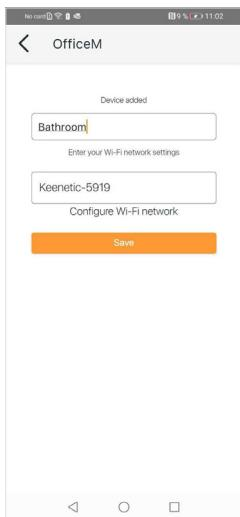

Abb. 4b / Fig. 4b / fig. 4b
7. Wenn das Gerät erkannt wurde, kehren Sie zur SST Cloud App zurück und klicken Sie auf die Schaltfläche „Weiter“. Geben Sie dann den Namen des Raums ein oder wählen Sie einen bereits hinzugefügten Raum aus. Wählen Sie ein zuvor verbundenes WLAN-Netzwerk aus oder geben Sie den Netzwerknamen und das Kennwort ein. Klicken Sie auf die Schaltfläche „Speichern“ (Abbildung 4b).
7. When the device is found, return to the SST Cloud App and click the “Next” button, then enter the room name or select it from existing ones. Select a WiFi network from the previously connected ones or enter the network name and password. Click the “Save” button (Figure 4b).
7. Lorsque l’appareil a été détecté, retournez à l’application SST Cloud et cliquez sur le bouton « Next », puis entrez le nom de la salle ou sélectionnez-le parmi ceux qui existent déjà. Sélectionnez un réseau WiFi parmi ceux qui sont déjà connectés ou entrez le nom et le mot de passe du réseau. Cliquez sur le bouton « Save » (figure 4b).